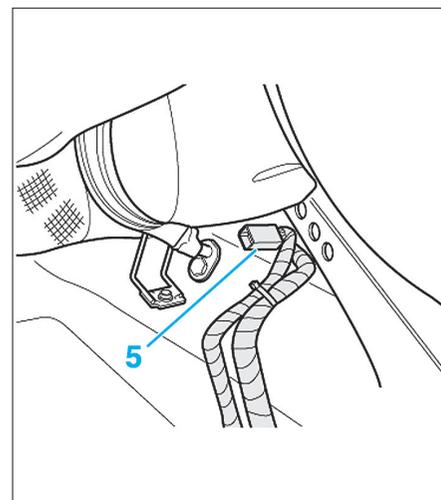

Fig. 16
- Desserrer le support de câbles, débrancher le connecteur (5) du câble du capteur de vitesse et chasser le joint d'étanchéité (le côté gauche et le côté droit sont symétriques) (Fig.16).